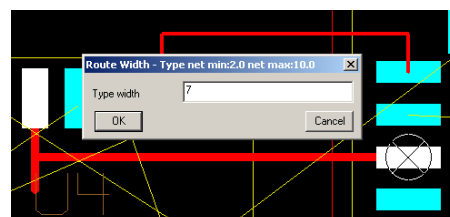

Рис. 4. Ручное задание ширины проводника.
14. В появившемся на экране диалоговом окне в поле Type Width введем новое значение ширины проводника 7 милс (рис. 4) и нажмем кнопку ОК.